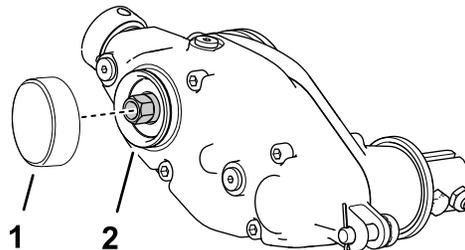

Figura 9
- Applicate un composto di fissaggio a legame cilindrico di media resistenza (come Green Loctite 609®) attorno alla scanalatura dell'anello a scatto e alla superficie del diametro esterno (Figura 9).
- Montate il tappo come illustrato nella Figura 9.